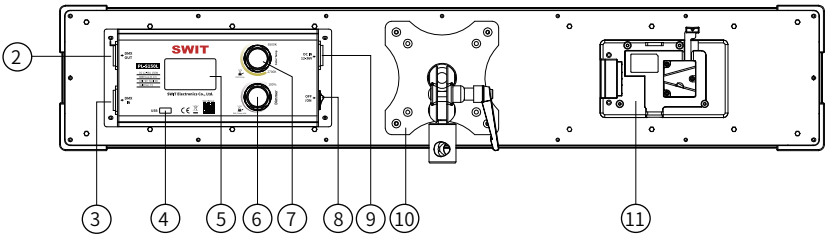
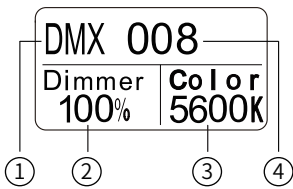
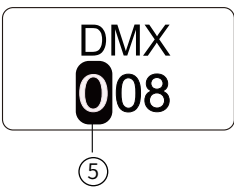

图4 PL-H150BL背面视图
图5 DMX通信模式
图7 DMX地址设置界面
旋转Dimmer/Color调节旋钮(图4 ⑥/⑦)即可进行亮度及色温参数设置,亮度及色温参数范围如下:
长按Color调节旋钮(图4 ⑦)使灯具当前通信模式为DMX通信模式(如图5所示),长按Dimmer调节旋钮(图4 ⑥)进入DMX地址设置界面(如图7所示)进行DMX地址设置:
数字黑色底纹(图7 ⑤)表示当前位被选定,旋转Dimmer调节旋钮(图4 ⑥)设置当前位,按压Dimmer调节旋钮(图4 ⑥)确定当前位的设置并进入下一位的设置,当完成最后一位的设置时,按压Dimmer调节旋钮(图4 ⑥)或停止操作后等待约5s,退出通信地址的设置。
长按Color调节旋钮 (图4 ⑦) 使灯具当前通信模式为Group通信模式 (如图8所示), 通过Dimmer调节旋钮 (图4 ⑥) 进入Group地址设置界面 (如图10所示) 并旋转Dimmer调节旋钮进行Group地址设置, 按压Dimmer调节旋钮 (图4 ⑥) 或停止操作后等待约5s, 退出通信地址的设置。
USB接口(图4 ④)为预留接口, 请根据本公司相关产品的指定环境使用, 不可用于其他用途, 以免造成损失。